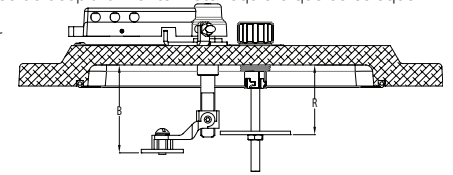

Figura 5
- Conecte el ensamble de la horquilla/placa de horquilla al eje del disyuntor de circuito/HMCP según se muestra y ajuste la altura según la referencia del Cuadro A4 y la Figura 5. Una vez establecida la altura, apriete el tornillo de ajuste a 40 in.-lb. (4.5 N-m). La placa de horquilla debe colocarse a aproximadamente 1/8"-3/16" (2.3-4.7mm) por encima del lado más cercano del disyuntor de circuito.